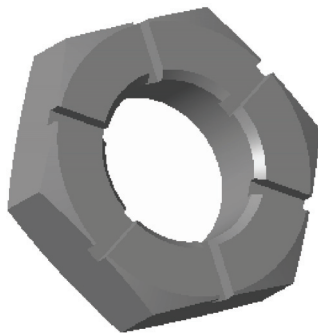

图 7-9 恢复实体特征
STEP 05 执行操作后，即可恢复实体特征，效果如图 7-9 所示。